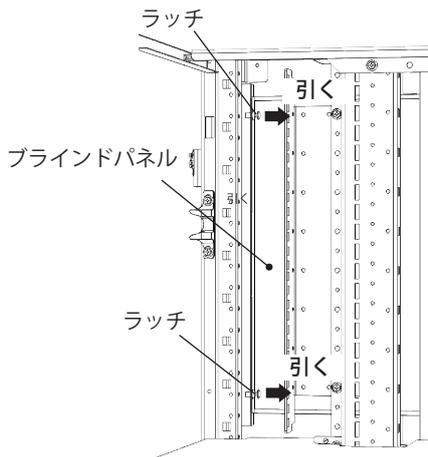

図1
1. ドラック内部からスライドパネルのラッチを矢印の方向に引き、解除してください。(図1)